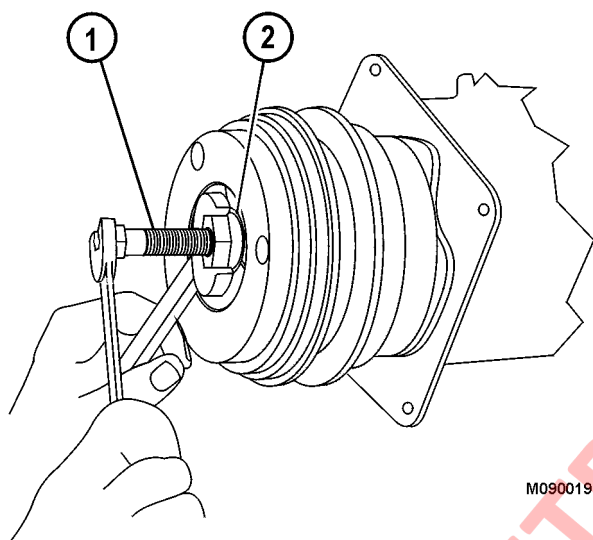

FIGURA 4-25.
3. Coloque el instalador de la placa impulsora (1, Figura 4-25) en el eje del compresor. El espaciador (2), debe estar ubicado bajo la tuerca hexagonal en la herramienta.